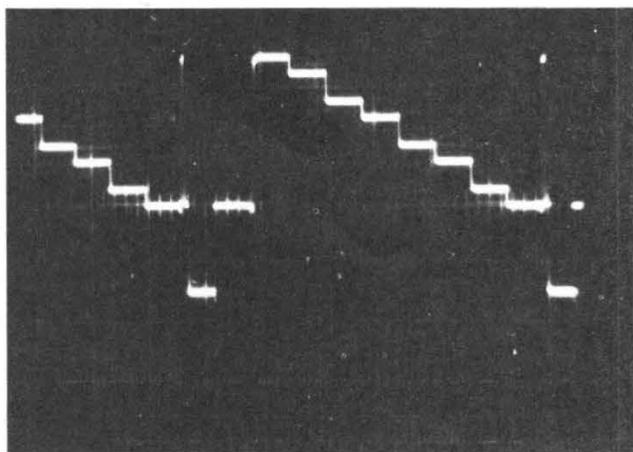

Fig. 12
- **Le gamma** : on enfonce la touche Y. Le signal vidéo étant, pour chaque ligne, un escalier de tension (fig. 12), ce signal de luminance donne, sur l'écran, une succession de 8 barres verticales, échelonnées du blanc au noir. Il permet aussi, en observant le traînage, d'apprécier la transmission des transitoires.